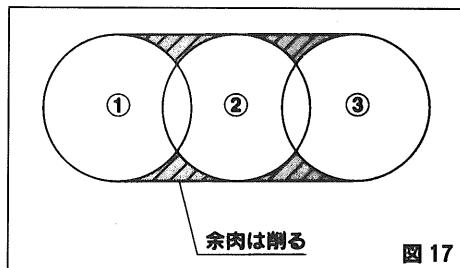

図17
なお②、③はミニブローチを強く押しつけずに穴あけ作業し、余肉の部分はヤスリ等で削ってください。(図17)